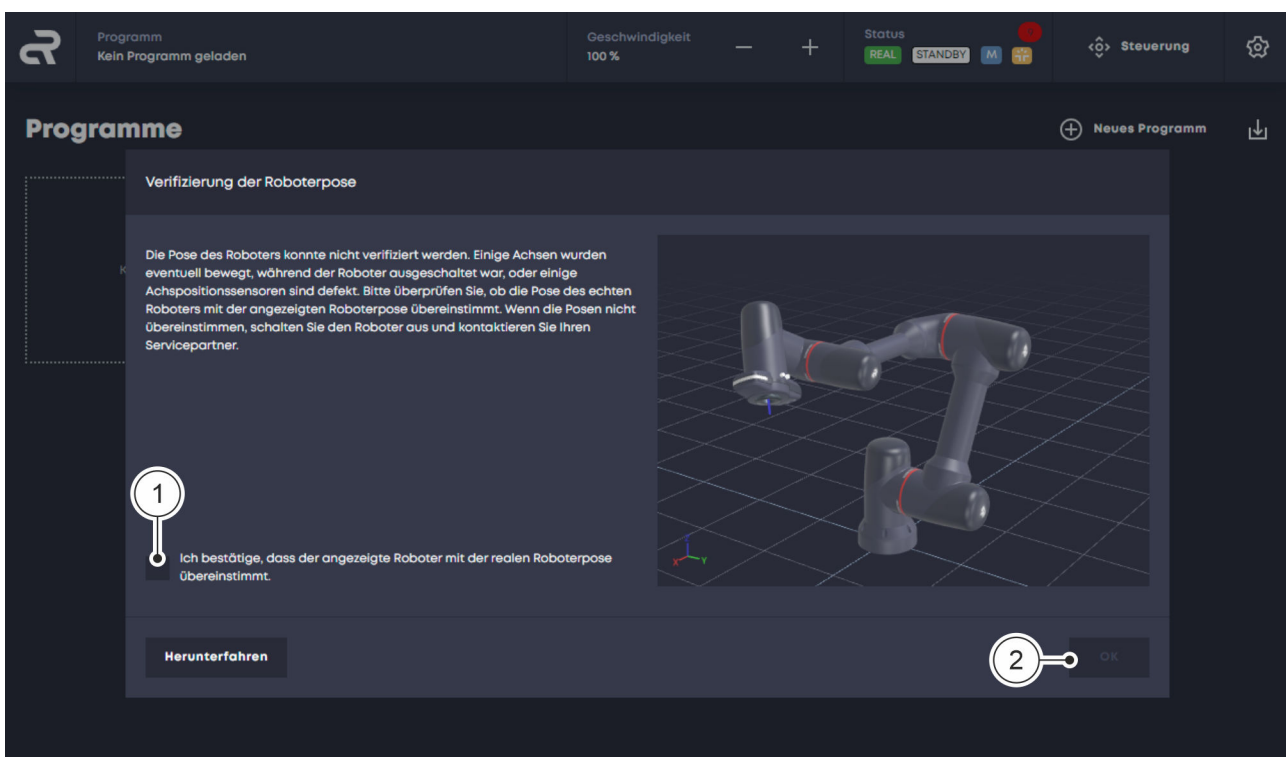

Abb. 44 Roboterposition verifizieren
Checkbox Abb. 44/① aktivieren und mit „OK“ Abb. 44/② bestätigen.